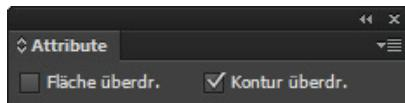

Abb. 2
5. Stellen Sie die Kontur auf überdrucken, s. Abb. 2.